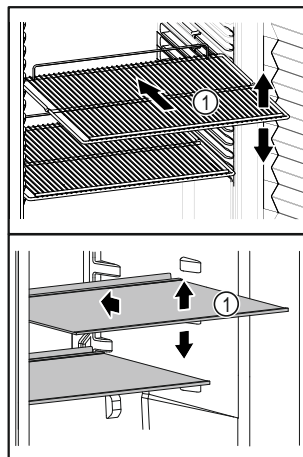

Fig. 22 Ilustrační zobrazení
- ❑ Pokud jsou odstavné plochy Fig. 22 (1) přemístitelné, přizpůsobte je vždy na danou výšku.
- ❑ Větrací otvory (2) oběhového vzduchového čerpadla ve vnitřním prostoru udržujte volné.